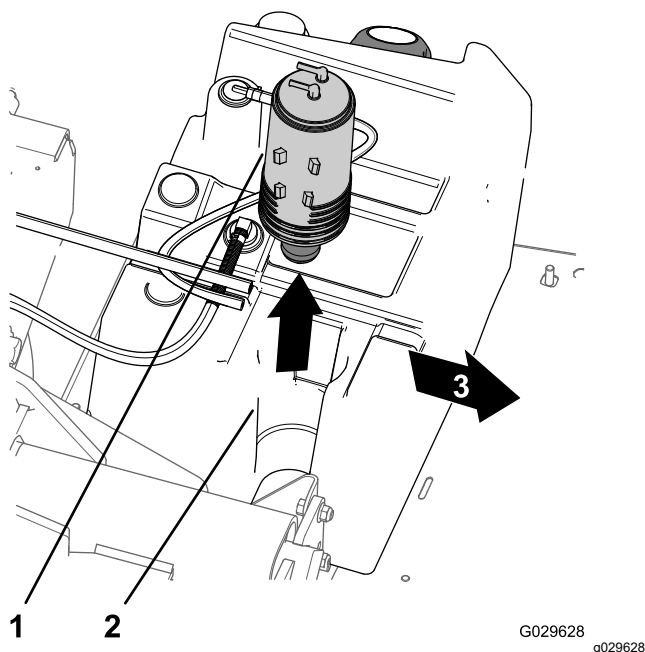

Figura 48
3. Levante o recipiente de carbono da montagem do recipiente de carbono no depósito de combustível (Figura 48).
7. Insira o novo recipiente de carbono na montagem do recipiente de carbono do depósito de combustível com as uniões de purga e depósito de combustível alinhadas para trás (Figura 48).